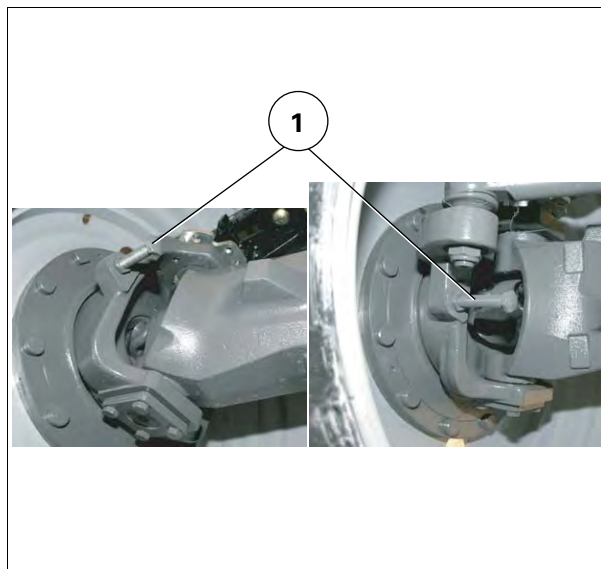

Рис. 2.
ПРИМЕЧАНИЕ: При использовании узкой колеи и с некоторыми типами шин при максимальном угле поворота колеса могут касаться капота. Чтобы избежать этого, на ступицы установлены резьбовые упоры (1) рис. 2, регулируя которые можно ограничить угол поворота колес.